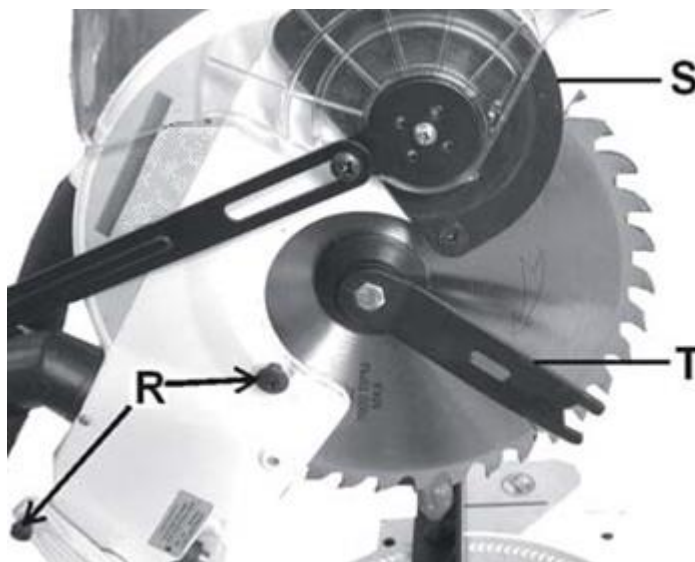

Рис. 4 Монтаж пильного диска
6.7.5. Снимите защитный кожух диска пилы, для чего освободите оба винта (R, Рис. 4) на стороне защитного кожуха и отведите защитный кожух вверх (S, Рис. 4).
6.7.6. Разблокируйте вал пилы с помощью клавишного блокировочного выключателя вала пилы (U, Рис. 2) и освободите прижимной винт пильного диска, применяя для этого гаечный ключ (Т, Рис. 4).
обоими винтами (R, Рис. 4).